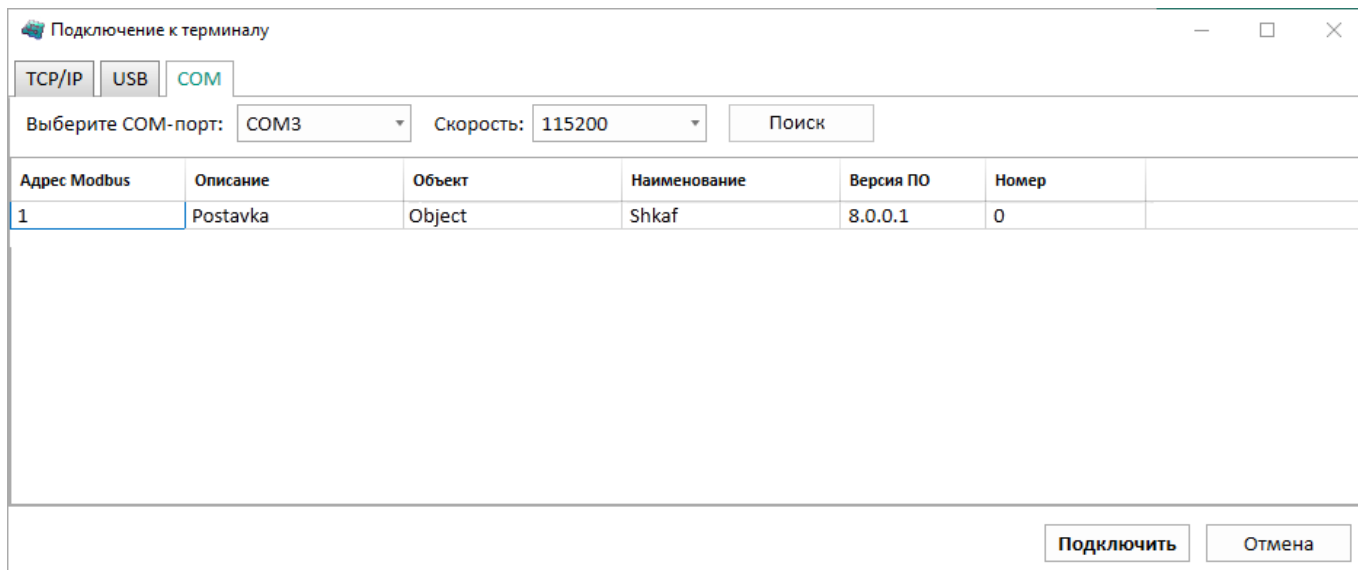

Рисунок 13 – Вкладка **COM**
– COM. Данная вкладка (рисунок 13) позволяет подключиться к устройству через COM-порт. Для подключения необходимо: